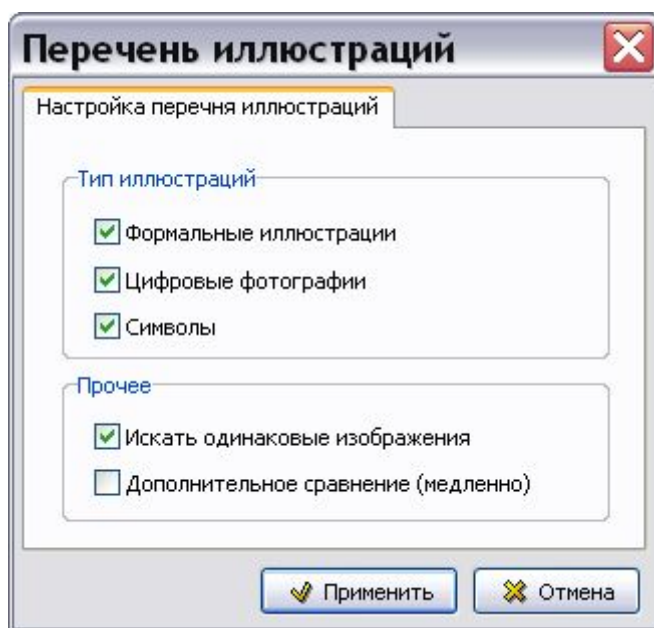

Рис. 8.179
4. В окне **Анализ** нажмите на кнопку **Применить**. После этого появится диалоговое окно **Перечень иллюстраций** (Рис. 8.179).